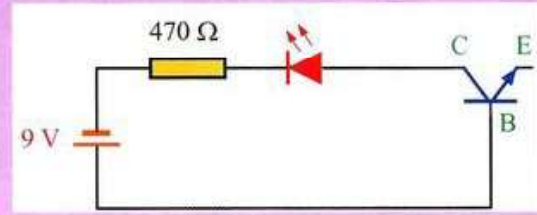

Figura 9.7.
c) Realiza a continuación las conexiones con los terminales de base y colector, tal como se indica en el esquema de la Figura 9.7 y explica por qué se enciende el diodo en este caso.